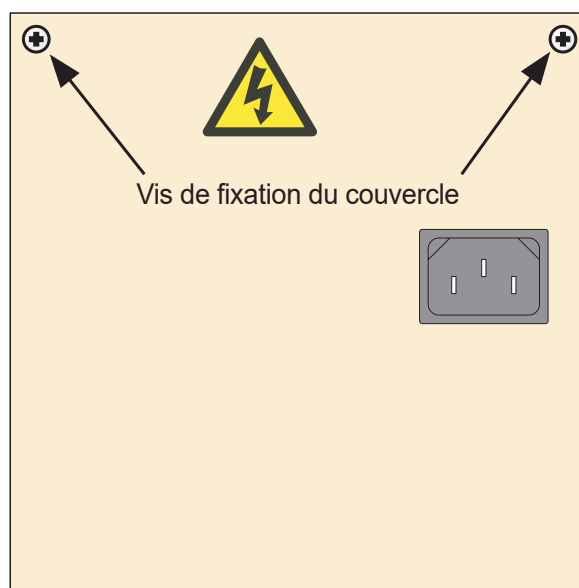

Figure 11.2.2a Emplacement des vis de fixation
2. À l'arrière de l'enregistreur, retirez les vis fixant le cache-borne (figure 11.2.2a), en veillant à les conserver pour les réinstaller ultérieurement.